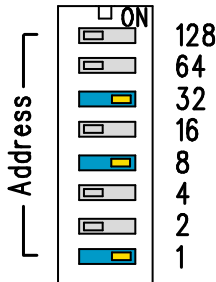

図 84 MAC アドレス用の DIP スイッチの例
- 4 デバイスの MAC アドレス設定用の DIP スイッチ。「図 84 \(ページ 128\)」を参照してください。